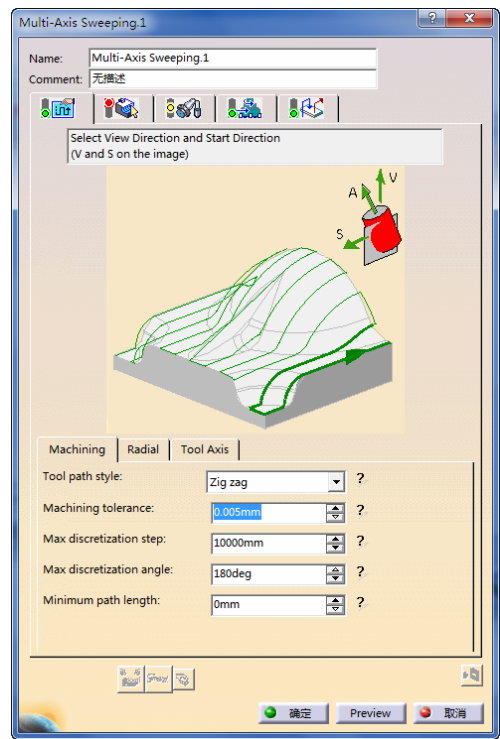

图 4-19 “Machining”选项卡（1）
- 在“Machining”选项卡（1）的，在“Machine tolerance”文本框中输入“0.005mm”，如图 4-19 所示。